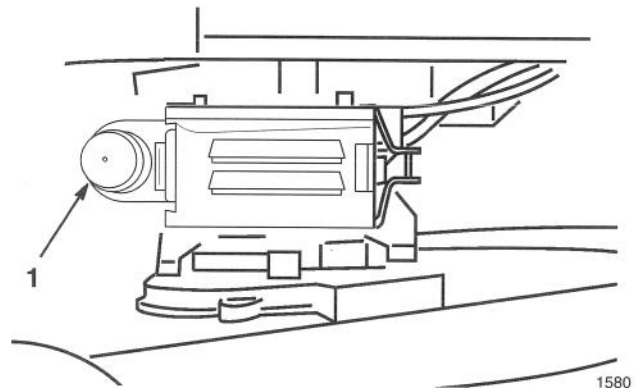

Figure 15
3. Appuyer trois (3) fois sur l'amorceur (Fig. 15). Attendre environ deux (2) secondes entre chaque actionnement.